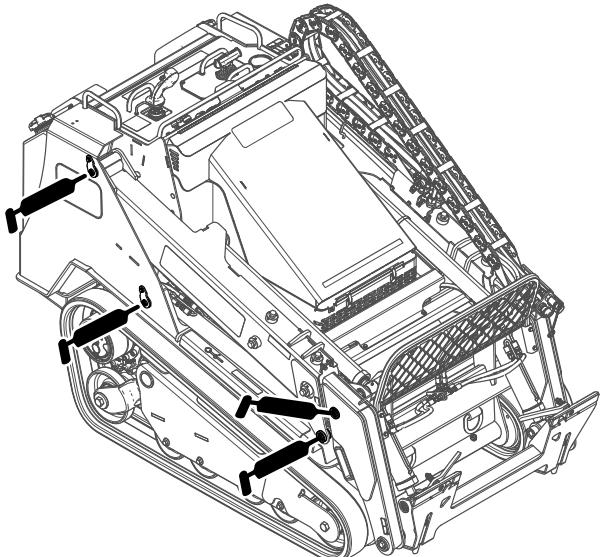
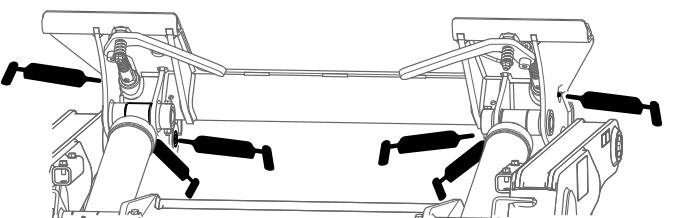
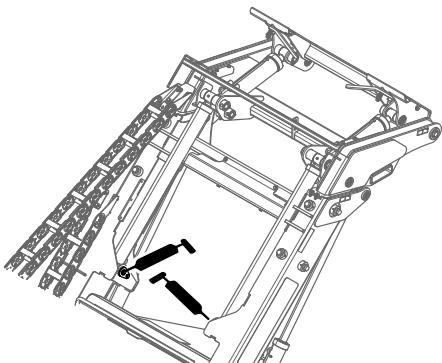

Figure 40
Figure 41
Figure 42
4. Raccordez un pistolet de graissage à chaque graisseur (Figure 40, Figure 41 et Figure 42).
Remarque: Levez les bras de chargeuse avant de graisser les graisseurs; voir la Figure 42.